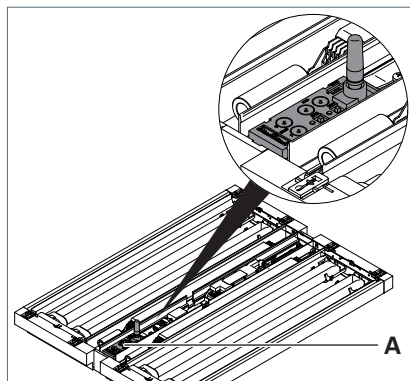

Fig. 4: Modulo in una testa dell'apparecchio d'illuminazione TYCOON.
- Poggiare il modulo **A** nello spazio libero del supporto centrale della testa dell'apparecchio d'illuminazione, vedi Fig. 4.